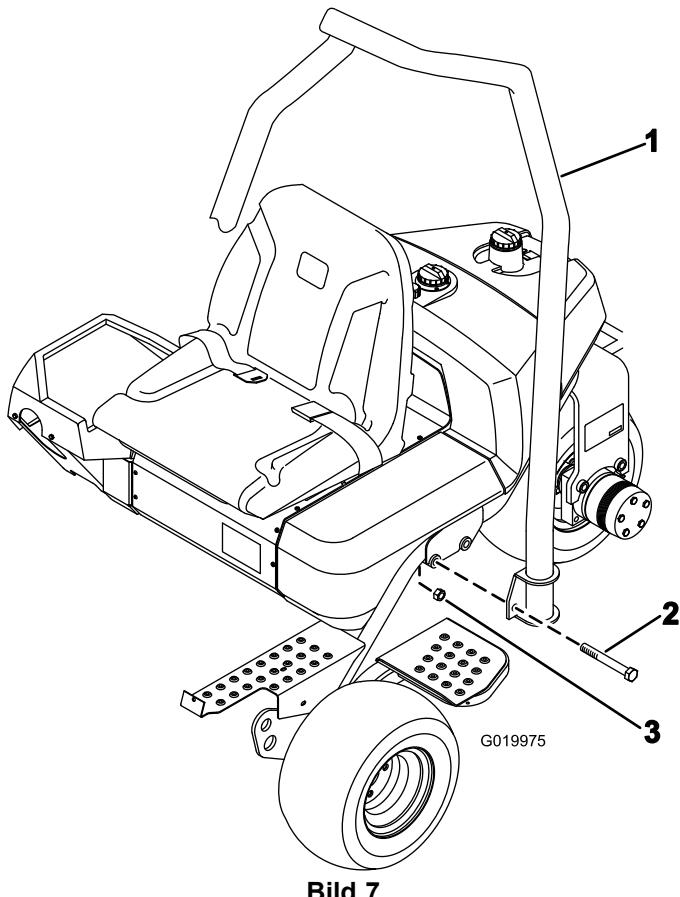

Bild 7
1. Positionieren Sie den Überrollschutz so, dass das Rohr oben zur Vorderseite der Maschine gekrümmmt ist (Bild 7).
2. Senken Sie den Überrollschutz auf den Rahmen und fluchten ihn mit den Befestigungslöchern aus (Bild 7).
3. Befestigen Sie jede Seite des Überrollschutzes mit zwei Schrauben (5/8" x 4-1/2") und Sicherungsmuttern am Rahmen, wie in Bild 7 dargestellt. Ziehen Sie sie auf 183-223 N·m an.